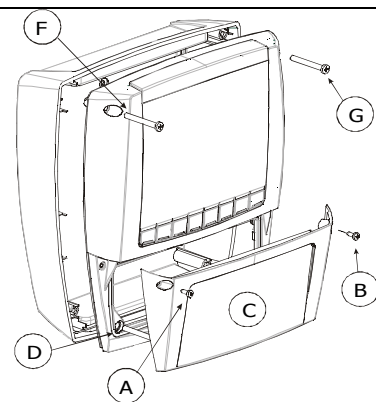

FIG. 2
8. Eens de kabels aangesloten zijn, kunt U het deksel opnieuw vastschroeven (Fig. 2, c).
9. Eens de kabels aangesloten zijn, kunt U het deksel opnieuw vastschroeven (Fig. 2, c).